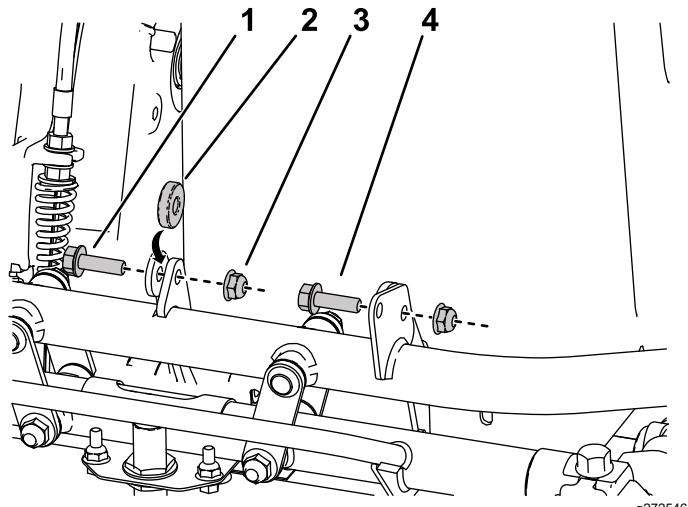

图10
1. 如图10所示将新电池平台的正面对准机架然后安装五金件。